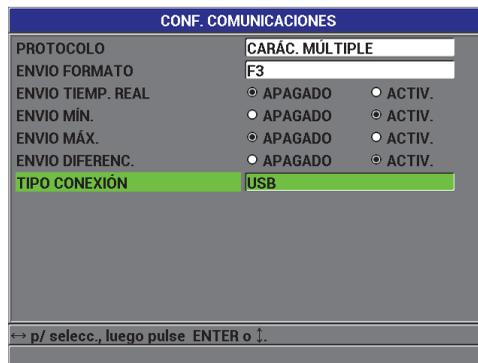

Figura 8-1 Pantalla CONFIGURACIÓN DE COMUNICACIONES: USB
5. En la pantalla **CONFIGURACIÓN DE COMUNICACIONES**, ajuste el parámetro **TIPO DE CONEXIÓN** a la opción **USB**. Ver la Figura 8-1 en la página 156.